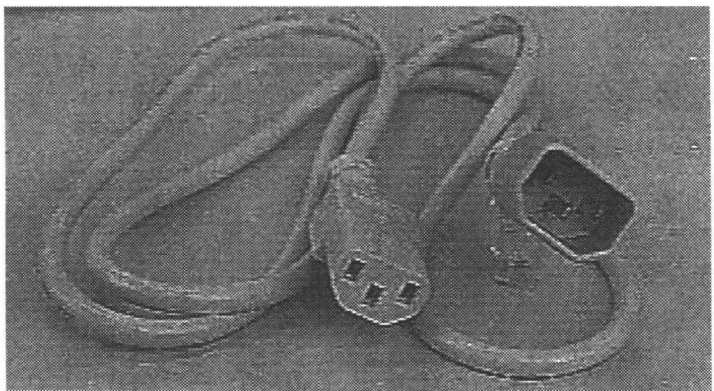

图 1-7 显示器电源线及接头
2. 显示器电源插座：输出 220V/110V 的电源，显示器电源线可接到此插座。部分 ATX 规格的电源已没有此插座，显示器的电源线只能连接到 220V/110V 的市电。如图 1-7 所示。